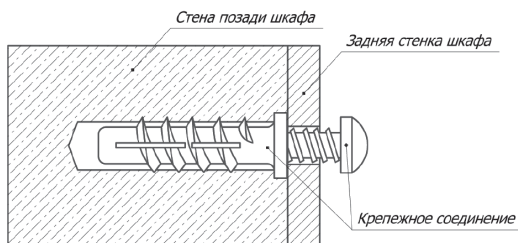

Рис. 2 Крепление сушильного шкафа к стене
- Прикрепите шкаф к стене через отверстия на задней стенке шкафа (Рис. 2).